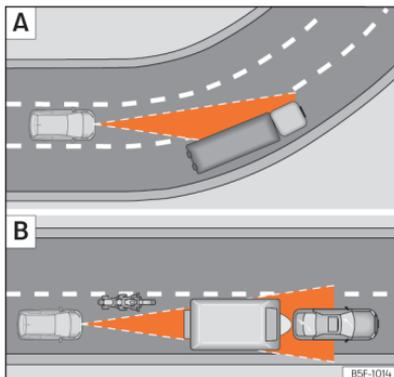

Abb. 143 [A] Fahrzeug in einer Kurve. [B] Vorausfahrender Motorradfahrer außerhalb des Erfassungsbereichs des Radarsensors.
>>> [Abb. 143] [A].
- Versetzt fahrende Fahrzeuge oder Fahrzeuge, die außerhalb des Erkennungsbereichs des Sensors fahren, z. B. Motorräder >>> [Abb. 143] [B].